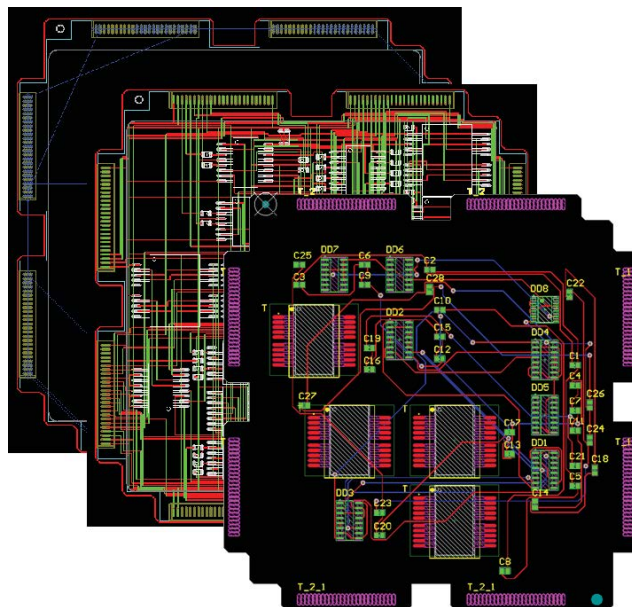

Рис. 2.11.29. Пример созданной топологии платы
3. Конструктор электронной части изделия (далее – ECAD-конструктор) разрабатывает модуль на печатной плате на основе ТЗ на конструирование модуля, полученных от MCAD-конструктора данных в формате IDF и прочих материалов. Выполняется электрическая схема, создаются компоненты, проводятся компоновка слоев платы, послойная трассировка рисунка проводников, контактных площадок, монтажных, переходных и технологических отверстий, размещаются компоненты, создаются слои финишного покрытия, защитной маски, маркировки и прочего. Пример созданной топологии платы приведен на рис. 2.11.29.